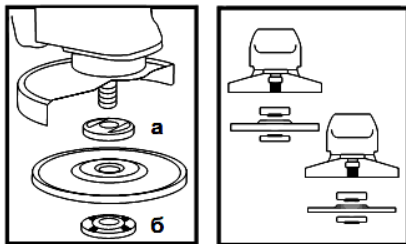

Рисунок 2
5.4 Установите на изделие шлифовальный либо отрезной диск. Для этого нажмите на кнопку фиксации шпинделя (1) и проверните шпиндель до такого положения, при котором он зафиксирован. С помощью вилочного ключа из комплекта изделия отверните и снимите зажимную гайку (б) (смотрите рисунок 2). Установите шлифовальный диск на посадочное место фланцевой шайбы (а) (рисунок 2), наживите рукой зажимную гайку на шпиндель и затяните ее ключом из комплекта изделия.